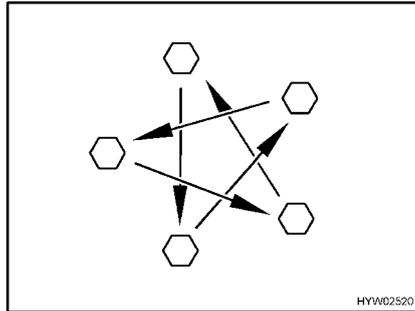

Fig. 300 Apretar las tuercas o los tornillos de las ruedas en forma de cruz
- Comprobar periódicamente que las tuercas o tornillos de las ruedas estén firmemente apretados. Volver a apretar las tuercas de rueda o los tornillos de rueda de una rueda cambiada después de 50 km (Fig. 300). Par de apriete, véase apartado 14.5.2.
- Al utilizar llantas nuevas o recién pintadas, reajustar además las tuercas o tornillos después de 1 000 a 5 000 km aprox (Fig. 300).
- ▷ Apretar en forma de cruz las tuercas o los tornillos de las ruedas (Fig. 300).